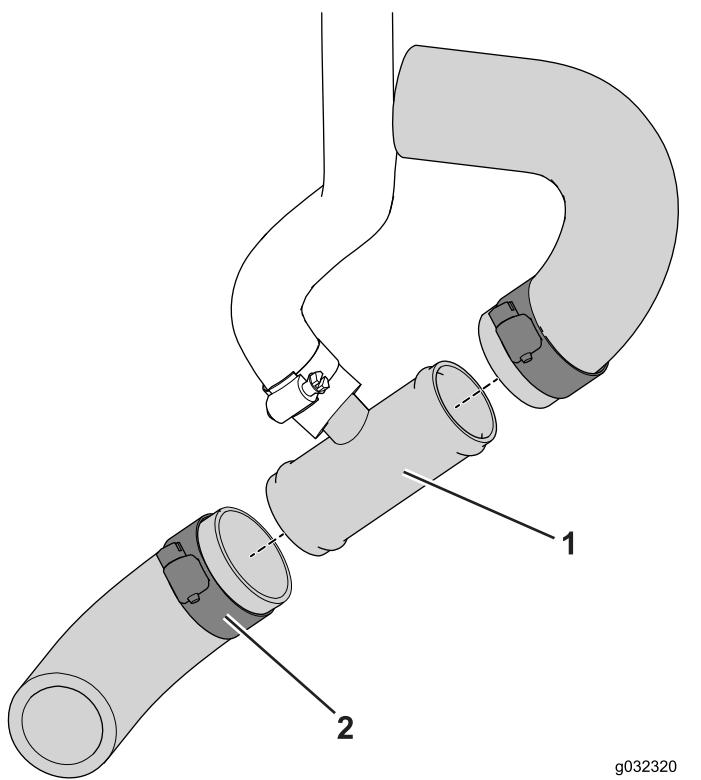

Рисунок 13
- Наденьте отрезанные концы на тройник и закрепите шланговыми хомутами (от  $\frac{3}{4}$  до  $1\frac{1}{2}$  дюйма), как показано на Рисунок 13.